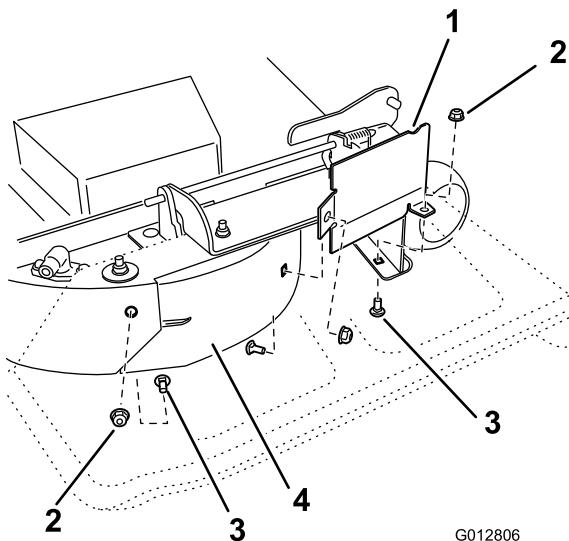

Figure 33
- Sur la paroi arrière du plateau de coupe, retirez le boulon de carrosserie (5/16 x 3/4 po) et le contre-écrou (5/16 po) qui fixent le déflecteur au plateau (Figure 33).
- Trouvez la protection du déflecteur sur le bord avant de l'ouverture d'éjection latérale. Retirez les fixations qui maintiennent la protection du déflecteur droit sur le plateau de coupe, comme indiqué à la Figure 33. Déposez le déflecteur et conservez toutes les fixations.